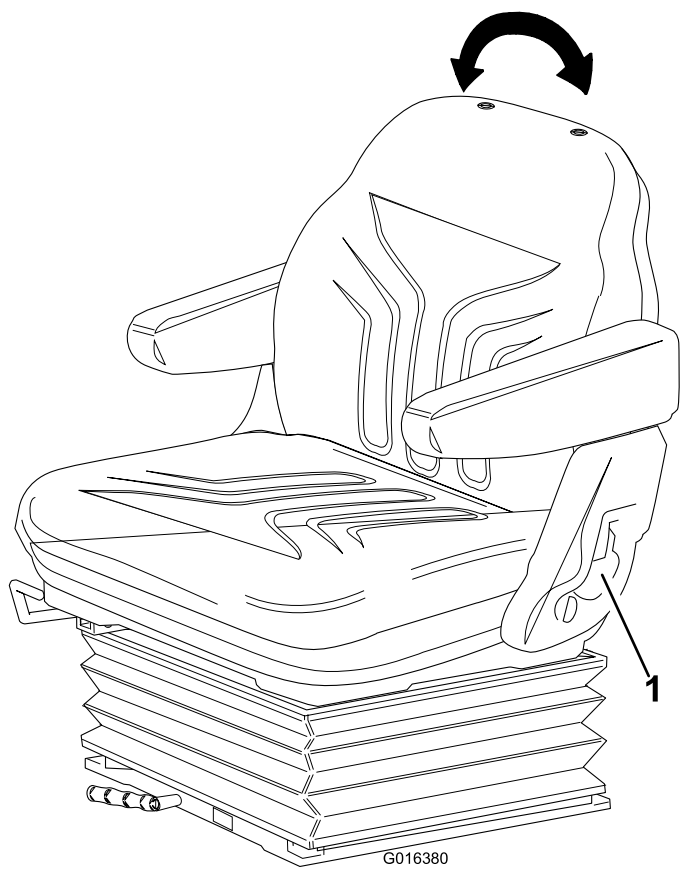

Figure 25
- Tirez la poignée vers l'extérieur pour régler l'angle du dossier du siège (Figure 25).